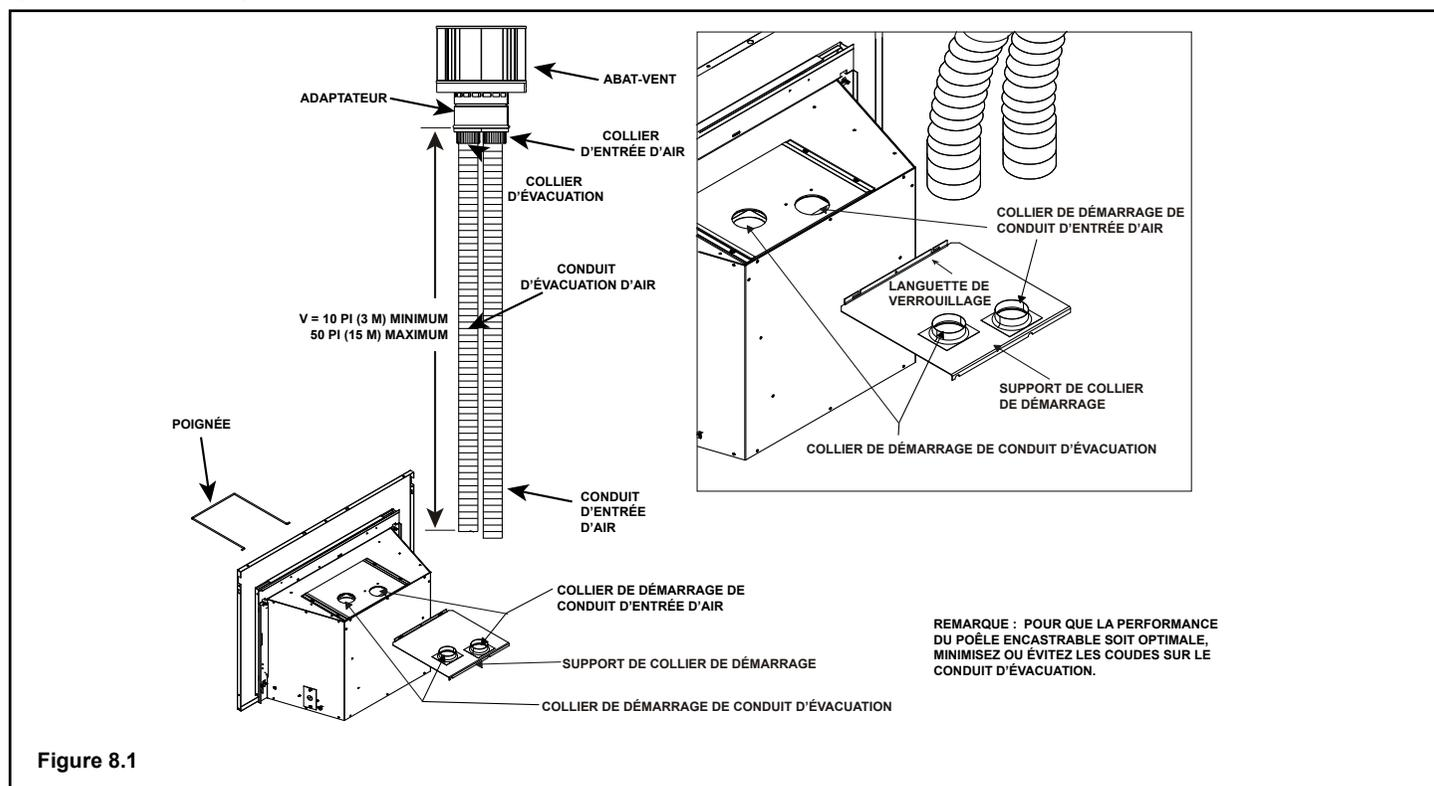

Figure 8.1
- Fixez le tuyau d'évacuation flexible au collier de démarrage de l'échappement sur le dessus du poêle avec trois vis. Voir la Figure 8.1.
- Utilisez 3 vis pour fixer la section du tuyau d'entrée d'air dans le collier d'entrée d'air sur la plaque coulissante de collier. Voir la Figure 8.1. REMARQUE : La plaque coulissante de collier peut être déposée du poêle afin de faciliter l'installation.
- Fixez la plaque coulissante de collier sur le poêle en plaçant la poignée verrouillable en place au moyen des languettes de verrouillage (voir Figure 8.1) et fixez-la avec des vis n° 8.